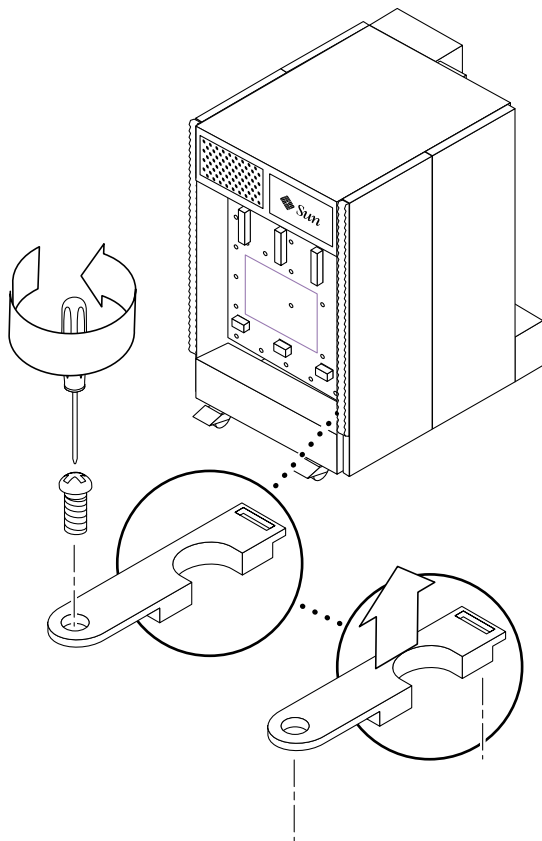

図 12-24 ケーブルガイドの取り外し — Sun Fire 4800 システム
4. プラスチックのケーブルガイドを取り付けます (図 12-24)。